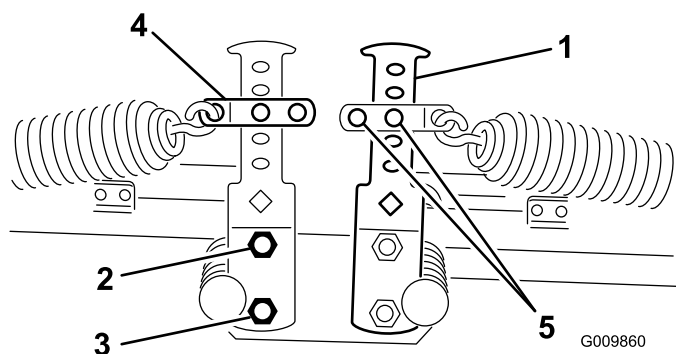
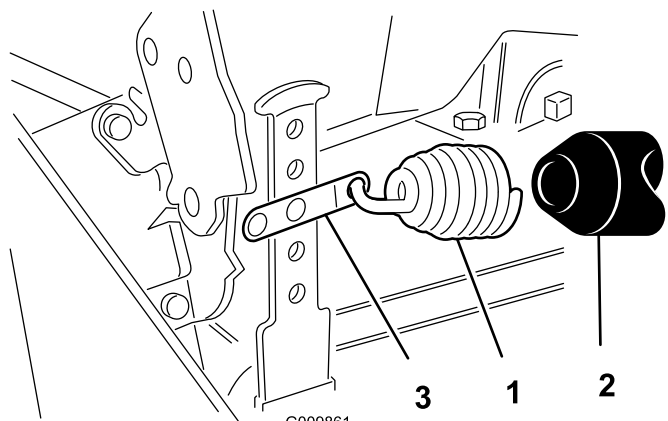

Figura 12
Figura 13
2. Fixe a outra extremidade da mola no furo adequado (ver abaixo) nos braços de contrapeso dianteiro e traseiro (Figura 12 e Figura 13) com o aro de mola, o pino de segurança e o contrapeso.